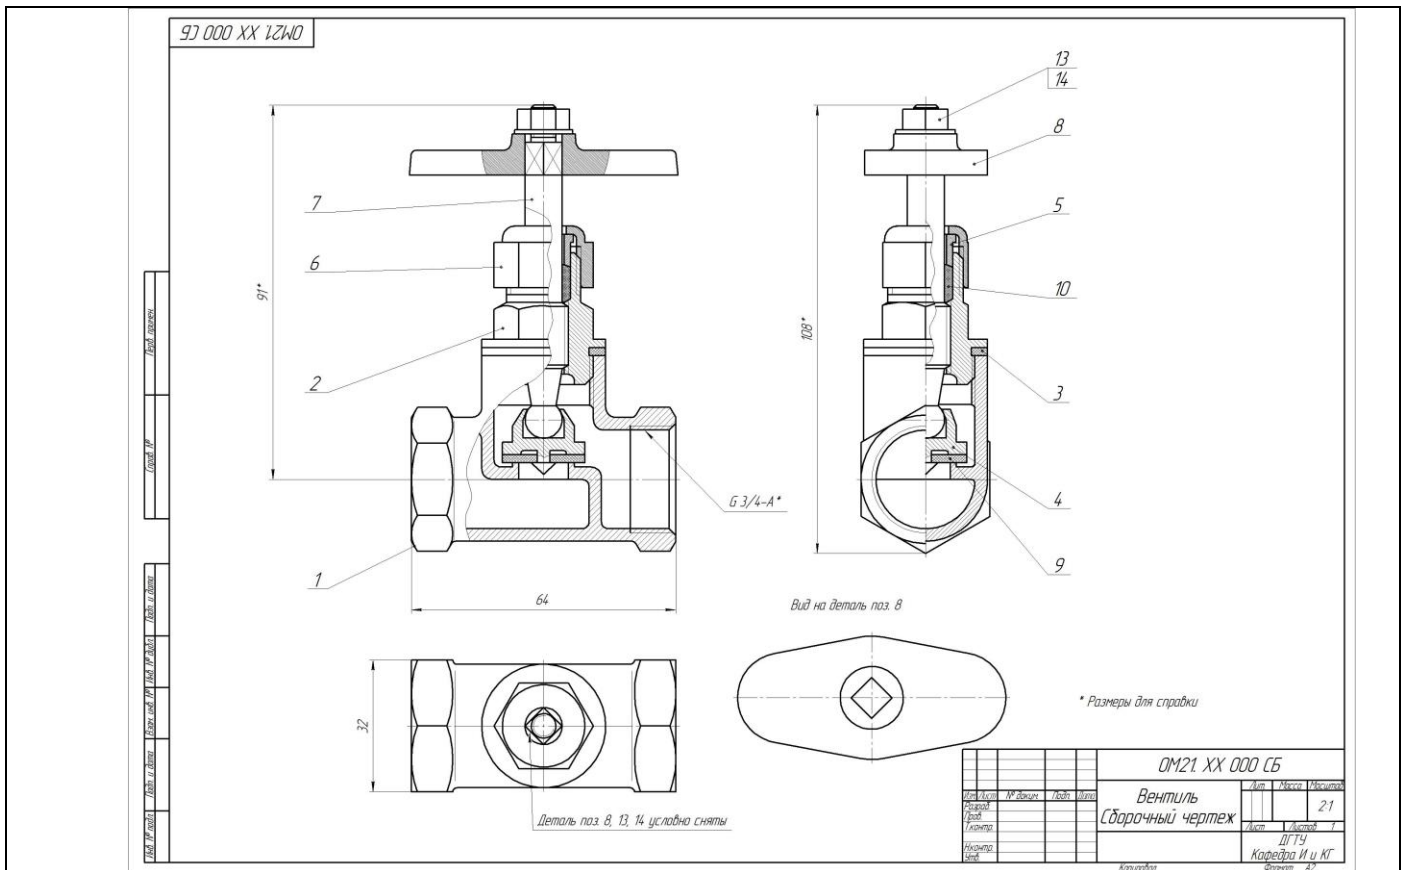

Рис. 5.1. Сборочный чертёж изделия «Вентиль»
2. В Дереве построений раскрыть Спереди/ раскрыть Местный разрез/ раскрыть Вентиль/ с нажатой клавишей Ctrl выделить детали – шпindelь, гайка М5 и Шайба 5. Щелчком правой клавишей вызвать меню и выбрать Не разрезать. Перестроить. Сохранить. Разрушить основные виды. Отредактировать изображения. Оформить ассоциативные виды как сборочный чертеж в соответствии стандартам ЕСКД (см. рис.5.1).